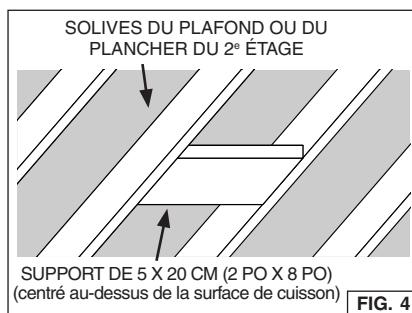

FIG. 4
1. Installez un support de bois de 5 cm x 20 cm (2 po x 8 po) directement au-dessus de la surface de cuisson et centré sur celle-ci. Fixez solidement ce support aux solives du plafond ou aux solives du plancher de l'étage supérieur. Il doit être capable de supporter le poids de la hotte. Fig. 4.